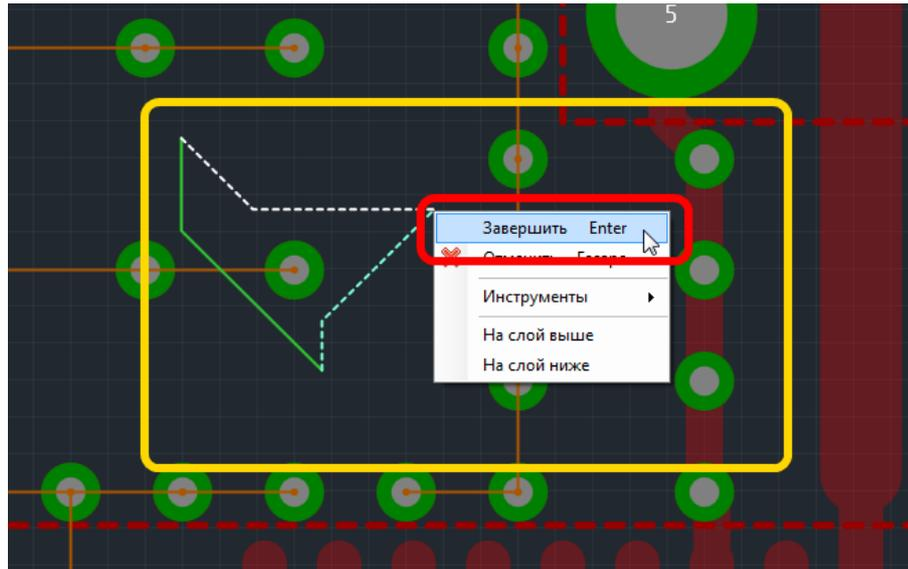

Рис. 119. Завершение создание области металлизации
6. Завершить создание области металлизации, воспользовавшись пунктом «Завершить» контекстного меню, см. Рис. 119, либо нажав горячую клавишу, которая назначена для данного действия. По умолчанию, для завершения размещения области металлизации предназначена клавиша «Ввод» («Enter»).